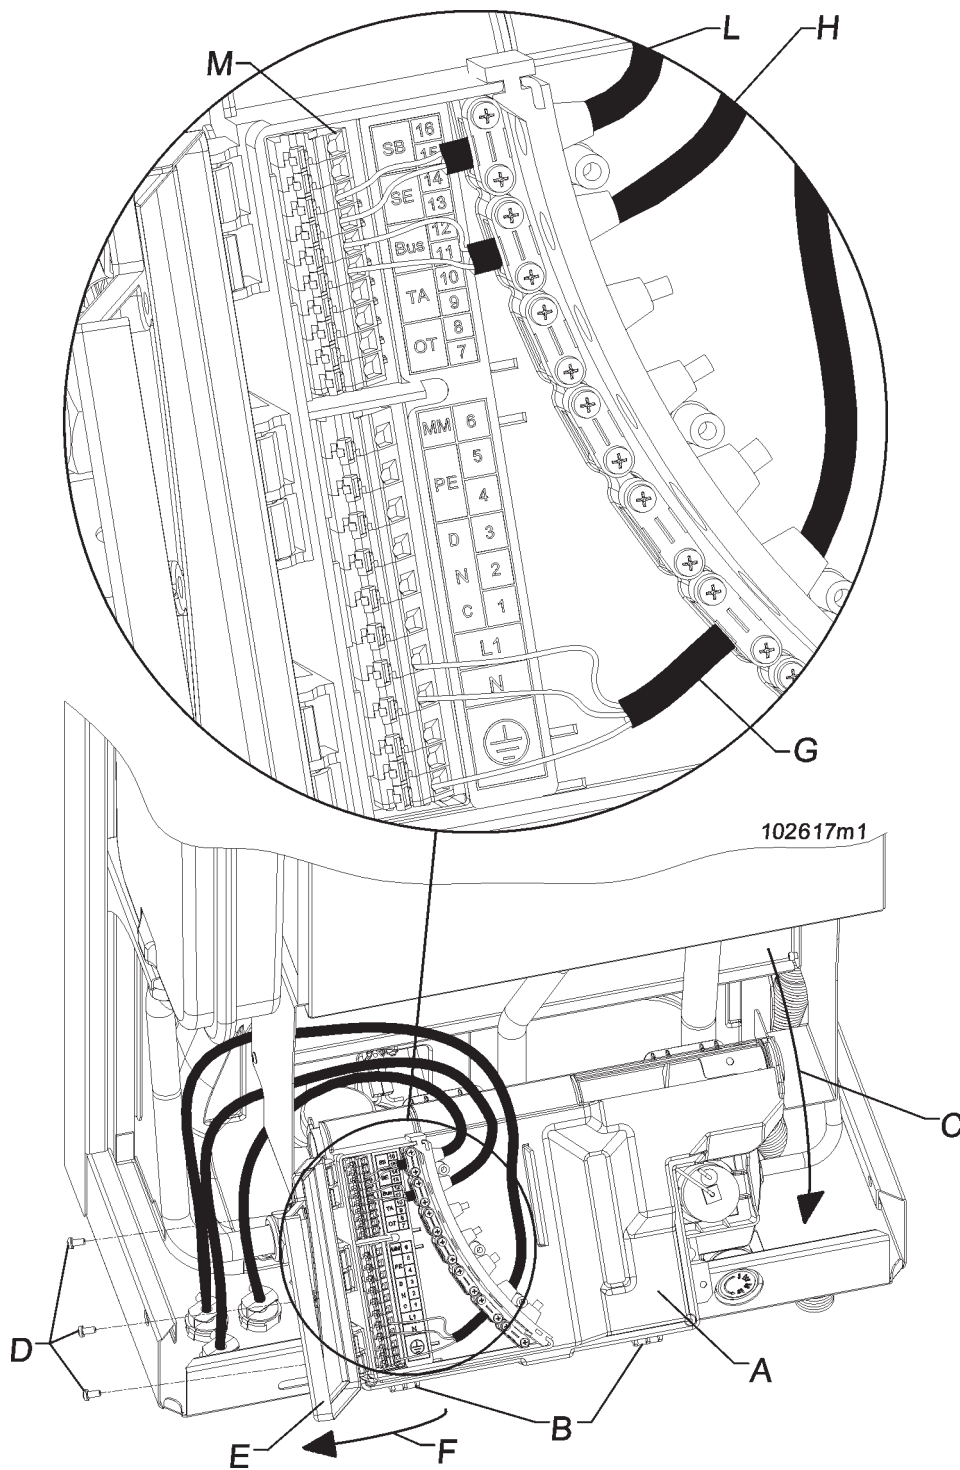

Figura 17 - Collegamenti elettrici
Per l'allacciamento del cavo di alimentazione elettrica, procedere come di seguito (fare riferimento alla figura 17):
- posare il cavo di alimentazione "G" come illustrato nella figura 17;
Il modello di caldaia CIELODENS 45A è sprovvisto di pompa di circolazione. Per collegare una, è possibile utilizzare i contatti 4 e 5 presenti nella morsettiera (vedi figura 17).
ATTENZIONE!!! I contatti 4 e 5 di cui alla figura 17 possono sopportare al massimo un'assorbimento di 200W. Se la pompa che si deve collegare ha un assorbimento più elevato, è indispensabile inserire un relè di appoggio, di potenza adeguata.
Per l'allacciamento del cavo del termostato ambiente, procedere come di seguito (fare riferimento alla figura 17):
- collegare i 2 capi del cavo ai morsetti "TA" (vedi figura 17).
- collegare il cavo bipolare ai morsetti SE di cui in figura 17;
- collegare i 2 capi del cavo ai morsetti "OT" della caldaia (vedi figura 17).
- posare un cavo elettrico bipolare con sezione minima di 1,5mm² che va dalla caldaia al sensore temperatura del bollitore e collegarlo sulla caldaia ai morsetti "15" e "16" (vedi figura 17);